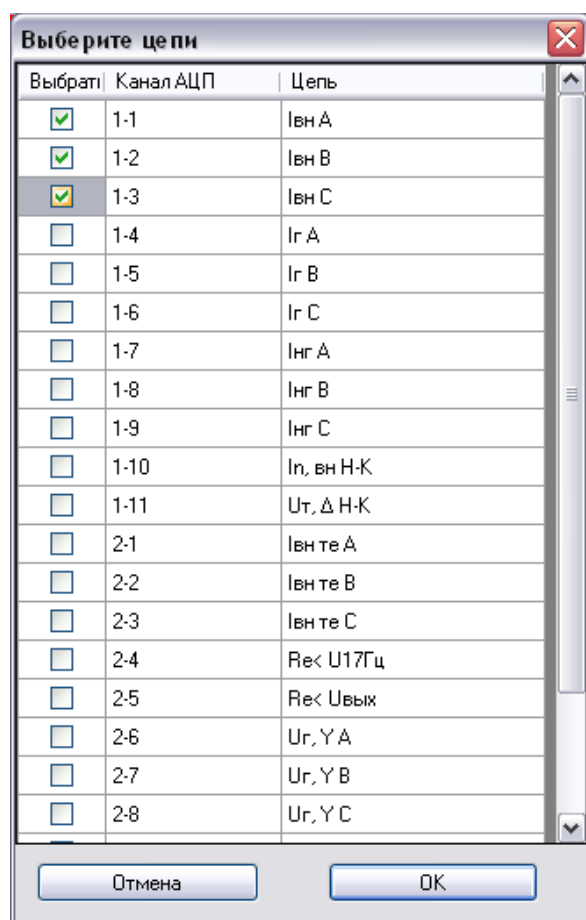

Рисунок 22 – Окно выбора цепи
- в открывшемся окне выбрать цепь (см. рисунок 22);